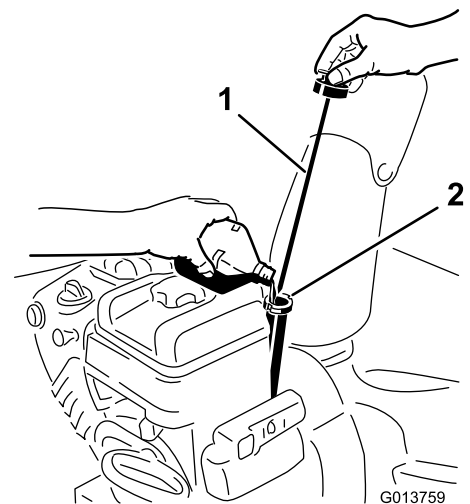

Bild 13
2. Reinigen Sie den Bereich um den Peilstab (Bild 13).